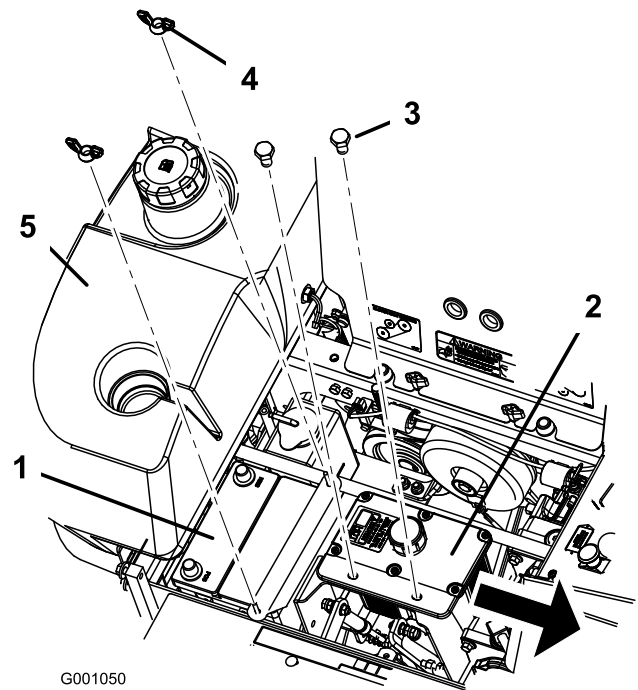

Figure 57
1. Placez la batterie dans son support en tournant les bornes à l'opposé du réservoir hydraulique (Figure 57).
6. Fixez la batterie en position avec des boulons en J, une barrette de maintien, 2 rondelles (1/4 po) et 2 écrous à oreilles (1/4 po) (Figure 57).
6. Retirez les deux écrous à oreilles (1/4 po) qui fixent la barrette de maintien de la batterie (Figure 57).
7. Retirez les boulons de fixation du réservoir hydraulique (Figure 57).